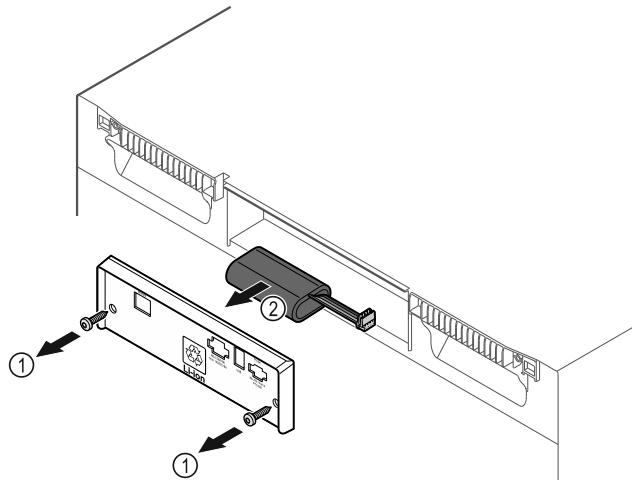

Fig. 231
- Schrauben herausdrehen und Abdeckung auf der Rückseite des Gerätes entfernen Fig. 231 (1).
- Batterie abstecken und herausnehmen Fig. 231 (2).